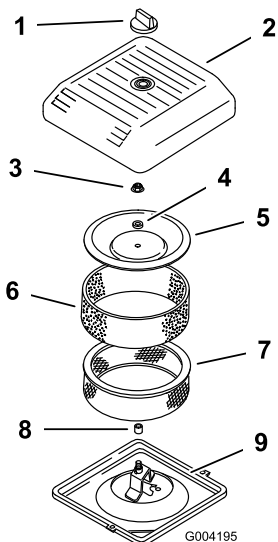

Figura 14
2. Desenrosque el pomo y retire la cubierta del limpiador de aire (Figura 14).
3. Deslice cuidadosamente el pre-filtro de gomaespuma para separarlo del elemento de papel (Figura 14).
4. Desenrosque la tuerca de la tapa y retire la tapa, el espaciador y el filtro de papel (Figura 14).
2. Coloque el conjunto del limpiador de aire sobre su base (Figura 14).
3. Instale la tapa y el espaciador y fíjelos con la tuerca de la tapa (Figura 14). Apriete la tuerca a 11 Nm.
4. Instale la cubierta del limpiador de aire y fíjela con el pomo (Figura 14).